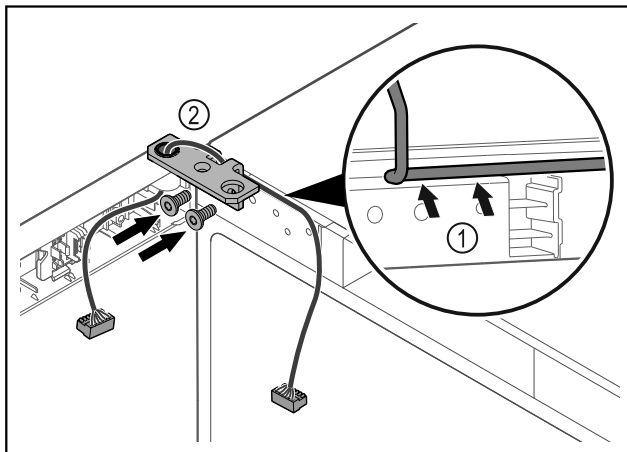

Fig. 40
- Poprowadzić kabel przez wgłębienie w zawiasie i ostrożnie go ułożyć Fig. 40 (1).
- Przykręcić zawias Fig. 40 (2).